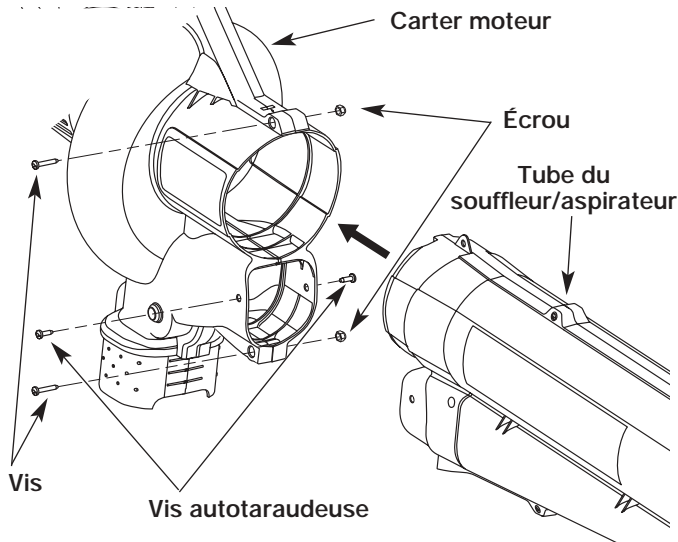

Fig. 1
2. Insérez le tube du souffleur/aspirateur à fond dans l'ouverture du carter moteur afin que les orifices des loquets du tube du souffleur/aspirateur soient alignés avec les trous à vis du carter (Fig. 1).
2. Enlevez les 2 (deux) vis et écrous fixant le tube du souffleur/aspirateur au carter (Fig. 1).